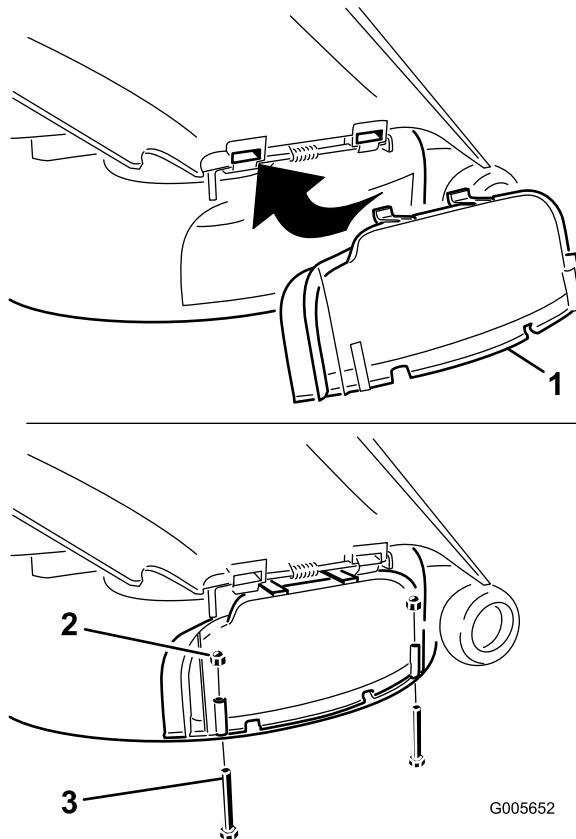

Bild 24
Abdeckung des Auswurfkanals nach unten über die Öffnung und auf die untere Lippe des Mähwerks (Bild 24).
4. Befestigen Sie die Abdeckung des Auswurfkanals mit zwei Schrauben (1/4 x 2-1/2 Zoll) und zwei Kopfmuttern (1/4 Zoll) an der unteren Lippe des Mähwerks, siehe Bild 24.